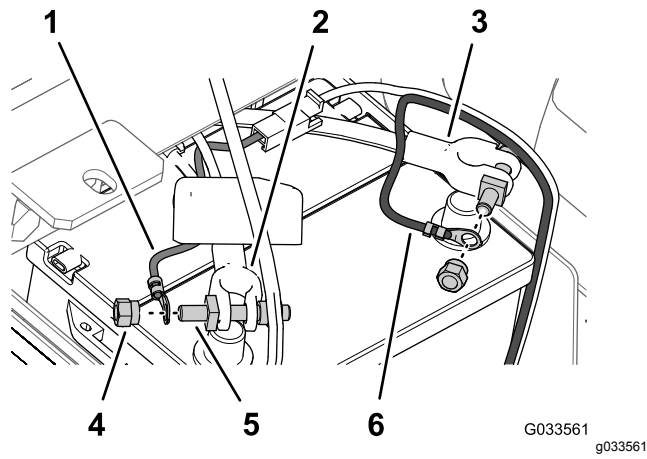

Figura 31
6. Alinhe o terminal de anel da ligação do fusível (cablagem do pulverizador) ao borne do parafuso terminal que montou no cabo positivo da bateria com uma porca de fixação (**Figura 31**).
7. Prenda o terminal de anel do cabo negativo (preto – cablagem do pulverizador) ao borne do parafuso terminal que montou no cabo negativo da bateria com uma porca de fixação (**Figura 31**).